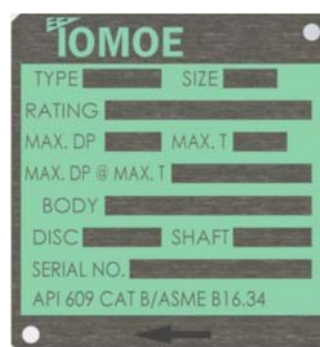

Fig. 2b
- A válvula é projetada para vedar contra fluxo bidirecional, no entanto, a melhoria do desempenho da vedação será alcançada com o fluxo contra o lado do eixo do disco. Essa “direção preferencial do fluxo” é mostrada na plaqueta de identificação (item 19) fixada ao corpo da válvula. (ver fig. 2b)